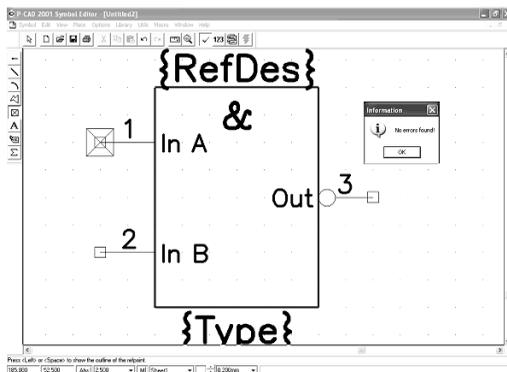

Рисунок 3.10
- Установить точку привязки элемента к первому выводу УГО. Для этого выполнить команду Place Ref Point. Выполнить Utils Validate (проверка корректности создания символа элемента) (рисунок 3.10).